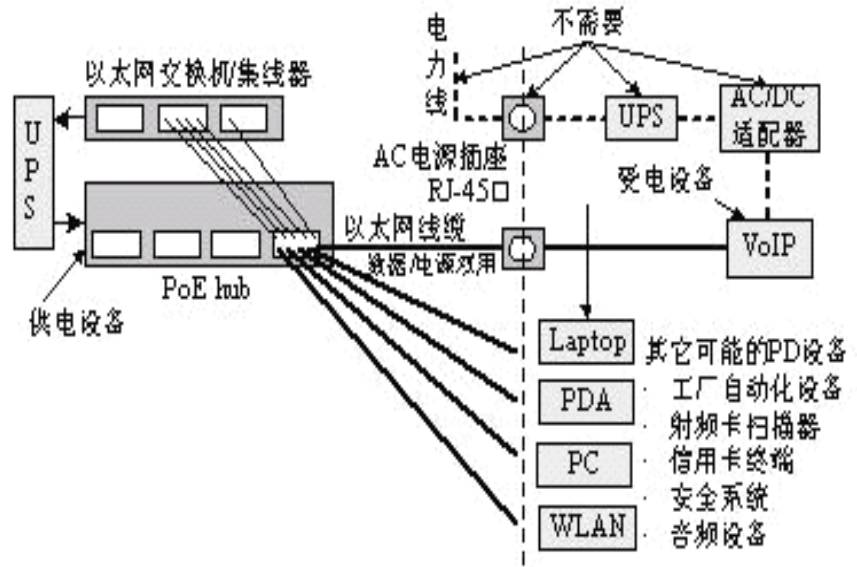

图1 采用Mid-span的PoE系统工作示意
PD (Powered Device)。PSE 负责将电源注入以太网线，并实施功率的规划和管理。可以采用两种类型的 PSE：一种为“Endpoint PSE”，另一种为“Mid-span PSE”。Endpoint PSE 就是支持 PoE 的以太网交换机、路由器、集线器或其它网络交换设备。mid-span PSE 是用来将以太网供电功能添加到现有网络的一种设备。它专门用于电源管理，并通常和交换机放在一起，和交换机一样也有多路输入输出 RJ-45 端口，对应每路的两个 RJ-45 插孔，一个用短线连接至不具有以太网供电功能的网络交换设备，作为数据输入口；而另一个连接到支持 802.3af 供电的远端用电设备 (PD)，作为数据/电源双用的 RJ-45 输出口。mid-span 设备通常通过未使用的 4/5 和 7/8 线对来承载供电，剩下的部分预留给数据传输。电源在机箱内被注入网线而信号未作任何调整。PD 则有多种形式，如 IP 电话机、网络摄影机、无线桥接器、收银机、安全存取与监测系统。实际上，任何需要数据连接并能在 13W 或更低功率下工作的设备都可无需 AC 电源或电池供电，仅从 RJ-45 插座就能够得到相应的电力。图 1 给出了采用 Mid-span 的 PoE 系统工作示意。